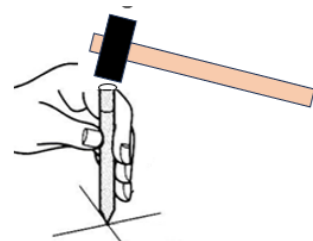

図8-1 ポンチの打ち方
- ② ポンチを打ちます。(図 8-1 参照)
- ③ センタドリルでねじ穴の中心を作ります。
- ④ 下穴をあけます。(表 8-1 ボール盤でねじの 80~85% のサイズにする)
- ⑤ 切削油を注油します。